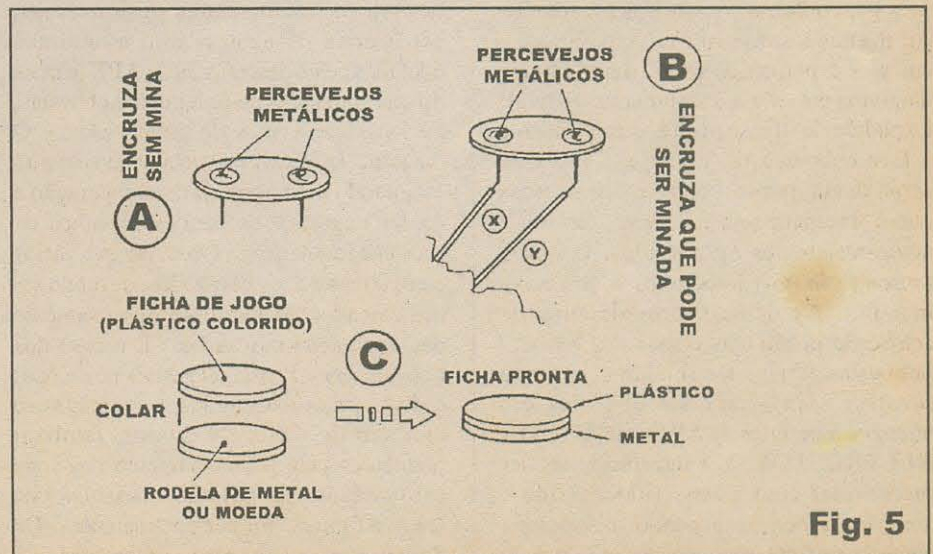

Fig. 5
- FIG. 5 - DETALHANDO AS ENCRUZILHADAS (MINADAS OU NÃO...) E AS FICHAS DE JOGO DO CAMIN... -